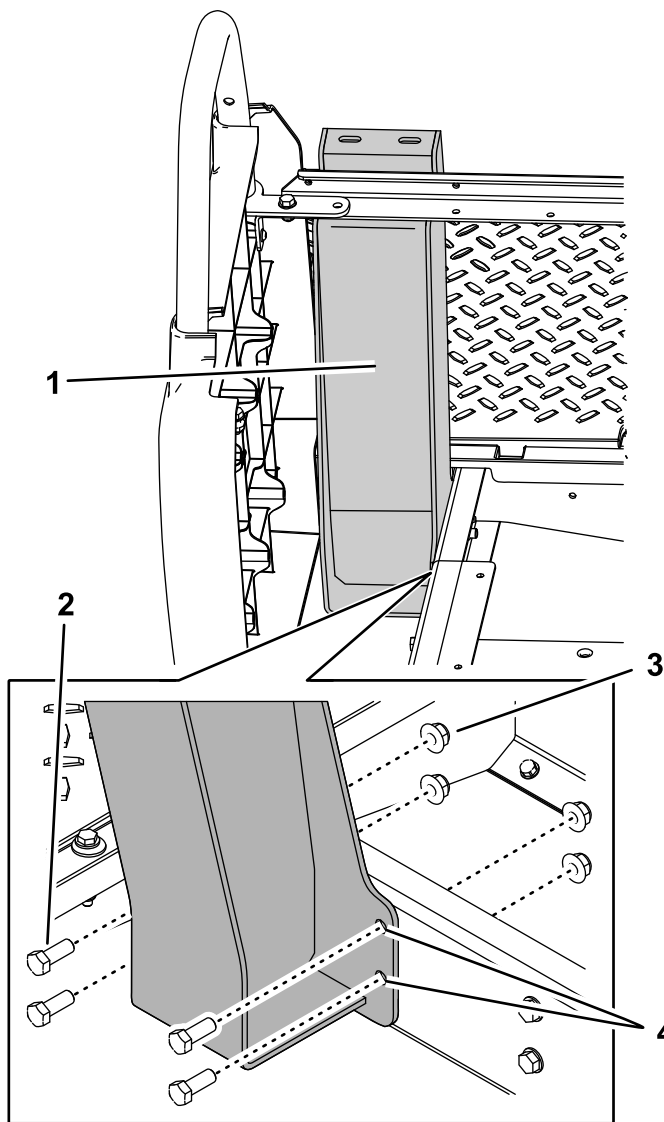

Figura 7
2. Prenda o suporte direito à calha da estrutura inferior utilizando dois parafusos (3/8 pol. x 1 pol.) e duas porcas (3/8 pol.) nos furos traseiros inferiores (Figura 7).